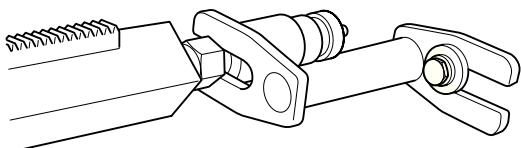

Рис.15
Убедитесь в правильном закреплении анкерного болта. При использовании вакуумной пластины стена не должна быть пористой, и должен быть использован вакуумный насос. Для сверления с DMS 160 Gyro в стенах или потолках может быть использована стяжная шпилька для крепления дополнительной колонки. Смотрите Рис. 9 и Рис. 15.
6. Чтобы лучше закрепить сверлильную колонку, может быть использован спец. кронштейн (опция) (Рис. 15). Кронштейн крепится к потолку на анкерный болт напротив упора сверлильной колонки. Фиксируется на упоре стопорной гайкой 30 мм.